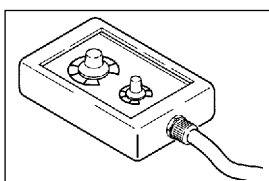

Fig. 8
2.2.4 Fjernstyringskontroll RC07 for MIG/MAG-sveising (Fig. 8)